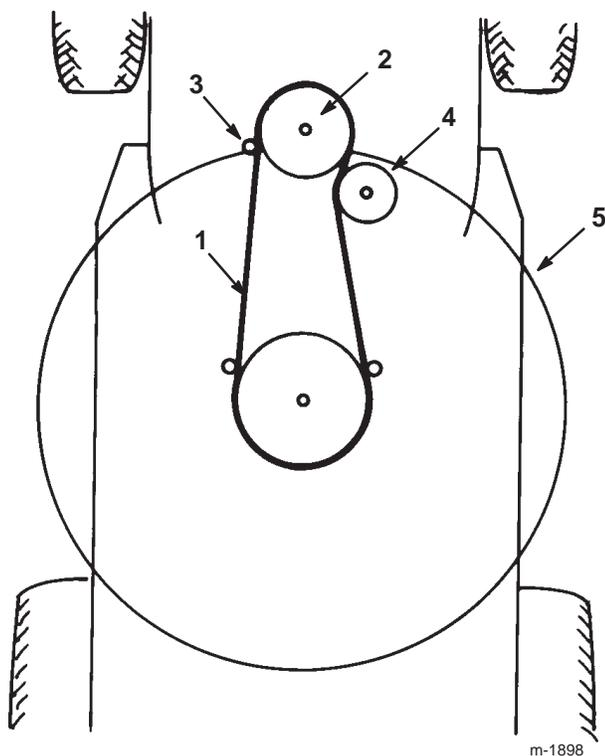

Figure 38
18. Déposez la courroie d'entraînement des lames de la poulie inférieure du moteur (Fig. 38).
10. Passez la courroie d'entraînement des lames sur la poulie motrice inférieure (Fig. 38).